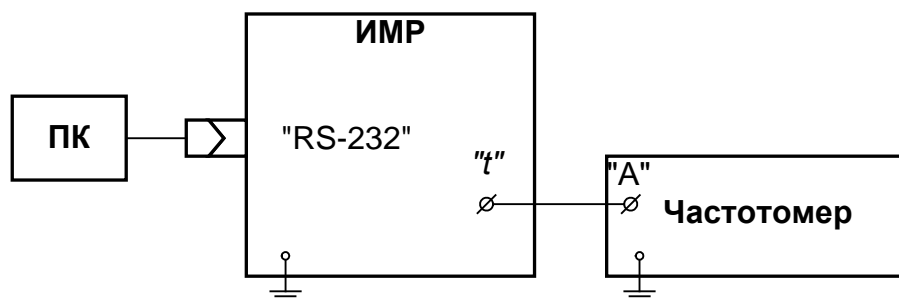

Рис. 50. Схема подключения модуля ИМП при поверке.
- собрать схему в соответствии с рис.50;